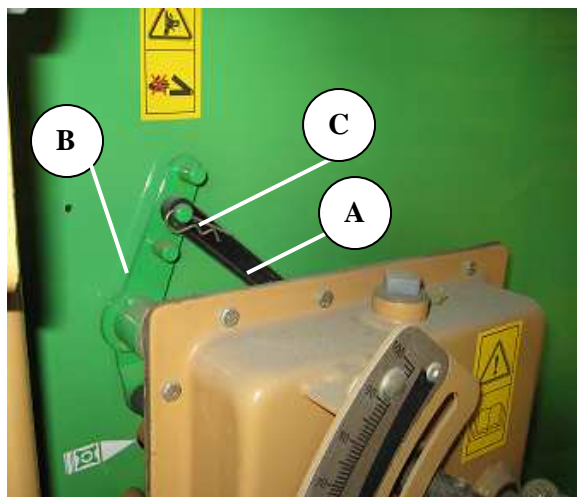

Fig. 18-01
HORIZONTE esta equipado con estrellas (A) Fig.18-00 coincidentes con las salidas del depósito a los distribuidores para lograr una mejor agitación. Es de una fácil regulación en función del tipo de semilla Fig.18-01.